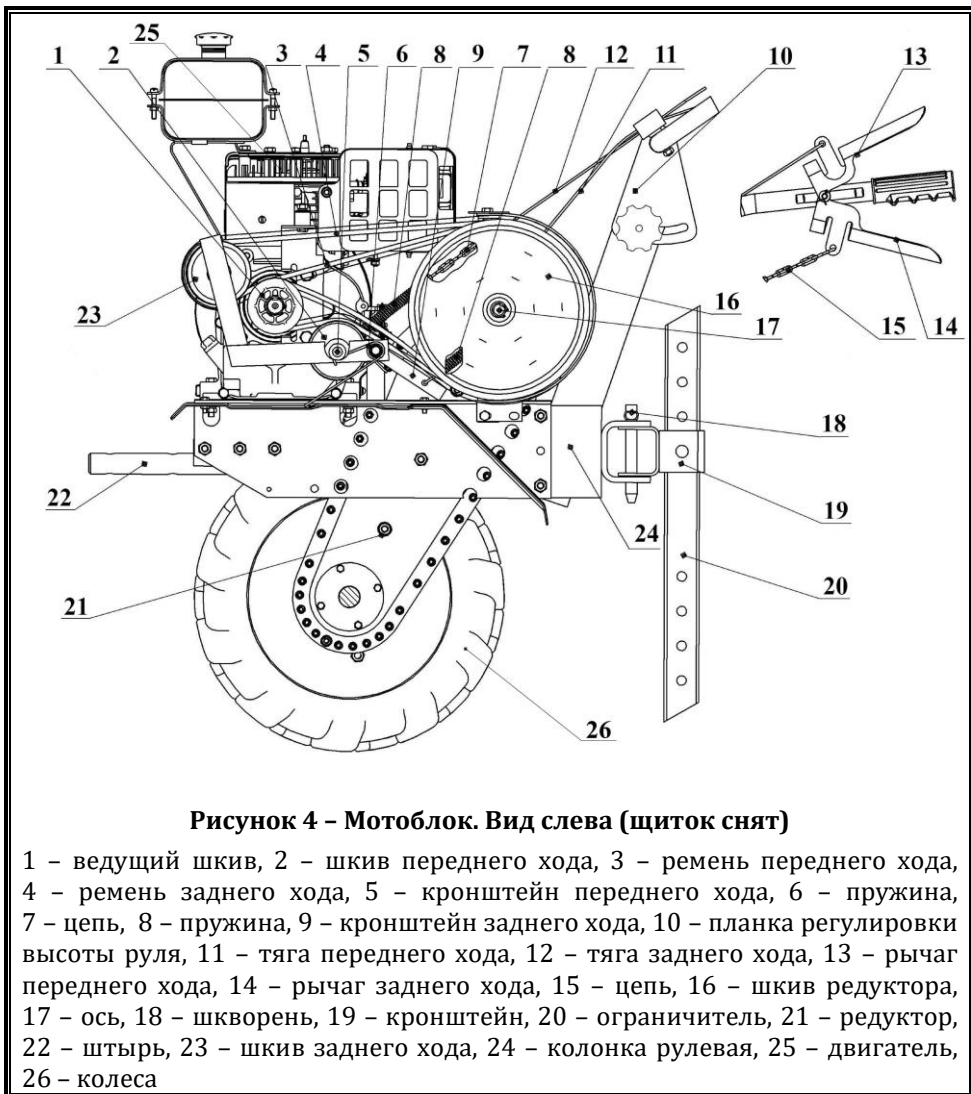

Рисунок 4 – Мотоблок. Вид слева (щиток снят)
5.3.1 На мотоблоке МБ-1Д1М (рисунок 4) и его модификациях сцепление состоит из: двух ремней 3 и 4, шкива переднего хода 2, шкива заднего хода 23, ведущего шкива 1, шкива редуктора 16, тяг 11 и 12, цепей 7 и 15, пружин 6 и 8, рычага переднего хода 13 и рычага заднего хода 14.
Штырь 22 (рисунок 4) установите в горизонтальное положение и зафиксируйте крепежом. При упаковке штырь опускается вниз, а крепеж устанавливается на место крепления штыря.
- 1) один конец тяги 11 (рисунок 4) присоедините к рычагу 13 переднего хода, а второй с помощью цепи 7 – к пружине 6;